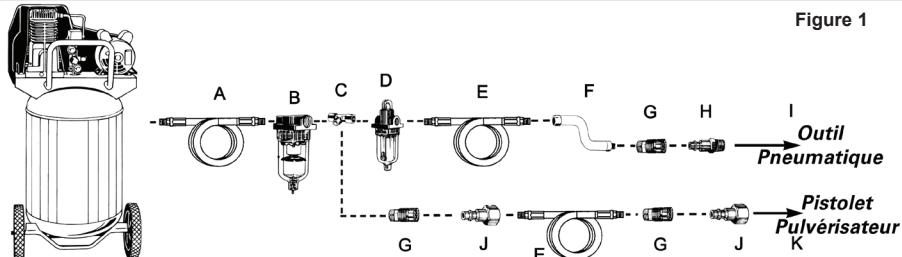
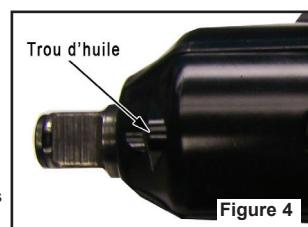

Figure 1
Figure 4
- Branchez l'outil au raccord rapide du tuyau flexible d'air. **REMARQUE : Il est recommandé d'utiliser un flexible de raccordement à pivot (P012-0079SP - non inclus) afin d'empêcher le tuyau flexible de s'entortiller ou de se plier et de prévenir son usage excessif (voir l'élément F de la Figure 1 pour les connexions recommandées).**
Pour conserver le rendement optimal du moteur pneumatique, il faut le lubrifier à chaque utilisation. Des résidus de poussière, de saleté et d'huile se logeront à l'intérieur de l'outil et en réduiront le rendement. Un huilier sur canalisation est recommandé pour lubrifier automatiquement l'outil de façon adéquate (voir Figure 1). Si ce dispositif n'est pas disponible, il est possible de lubrifier l'outil manuellement par l'orifice d'admission (voir Figure 4).
3. Ajoutez une (1) cuillerère à soupe d'huile ou d'huile non détergente SAE10 dans le trou d'huile. Replacez la vis creuse à six pans (voir Figure 4).